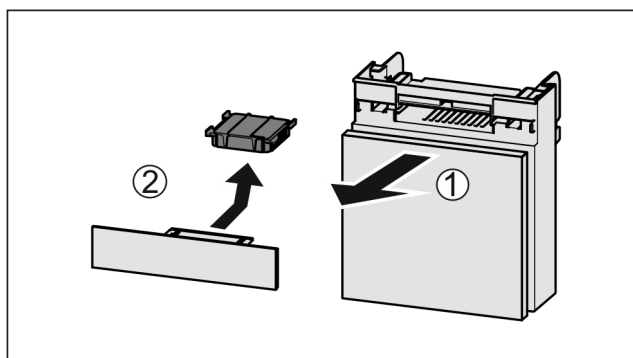

Fig. 179
- Pretinac izvucite Fig. 179 (1) prema naprijed.
- Izvadite filtara s aktivnim ugljenom Fig. 179 (2).